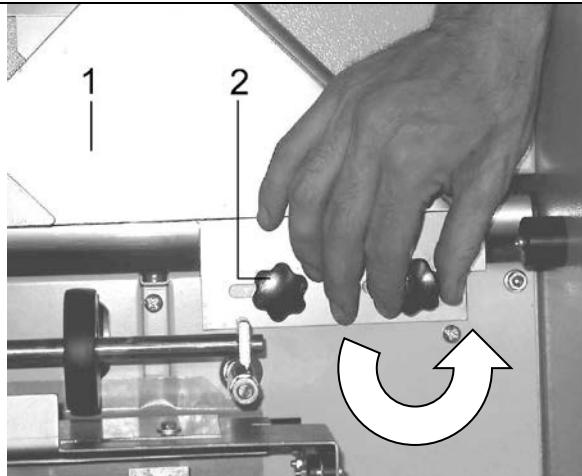

FIG.10
- adjust the collar opening (1-Figure 10) according to the width of the product to be wrapped, loosening the hand wheels (2 – Figure 10 and acting on collar movable parts (1- Figure 10), making sure that the package is centered as regards the longitudinal welding bar.
- régler l'ouverture de l'embase (1 - Fig. 10), en fonction de la largeur du produit à confectionner, en desserrant les volants à main (2 - Fig. 10) et en agissant sur les parties mobiles (1 - Fig. 10) de l'embase même, en ayant soin de maintenir la confection bien centrée par rapport à la barre soudante longitudinale;
- regular la abertura del collarín (1 - Fig. 10), en base al ancho del producto que se debe empaquetar, aflojando los volantines (2 - Fig. 10) y accionando las partes móviles (1 - Fig. 10) del mismo collarín , teniendo cuidado de mantener centrado el paquete con respecto a la barra soldadora longitudinal;
- regolare l'apertura del colletto (1 - Fig. 10), in base alla larghezza del prodotto da confezionare, allentando i volantini (2 - Fig. 10) e agendo sulle parti mobili (1 - Fig. 10) del colletto stesso, avendo cura di mantenere centrata la confezione rispetto alla barra saldante longitudinale;